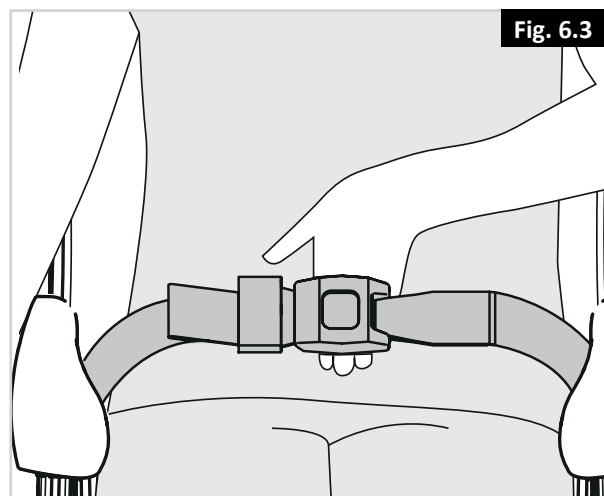

Fig. 6.3
- Die Länge des Beckengurts passend einstellen. Um den Komfort und die Sicherheit des Benutzers zu gewährleisten, sollte die Lücke nicht mehr als eine Handbreite betragen (Fig. 6.3).